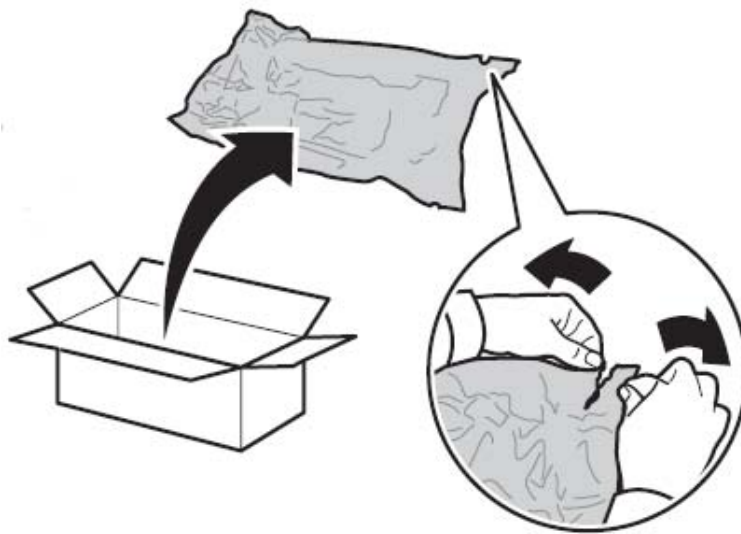

Abb. 3.3.d Trommeleinheit auspacken
10. Entfernen Sie das Klebeband (oben auf der Trommeleinheit; siehe Abb. 3.3.e) und ziehen Sie dann vorsichtig das Schutzpapier gerade aus der Trommeleinheit heraus.